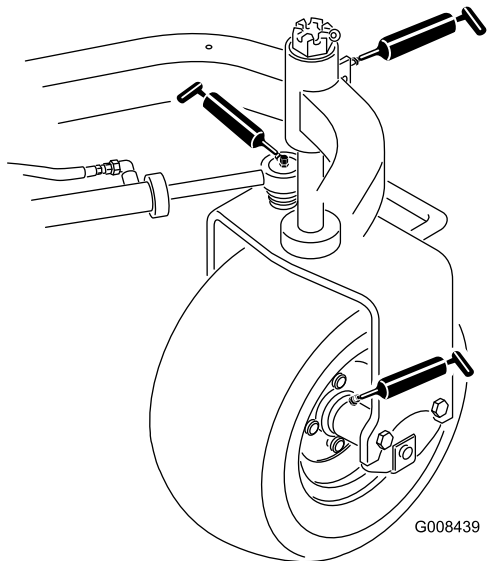

Рисунок 33
- Ступица заднего колеса (1) (Рисунок 33)
- Подшипник поворотного колеса (1) (Рисунок 33)
- Гидроцилиндр рулевого управления (2) (Рисунок 33)